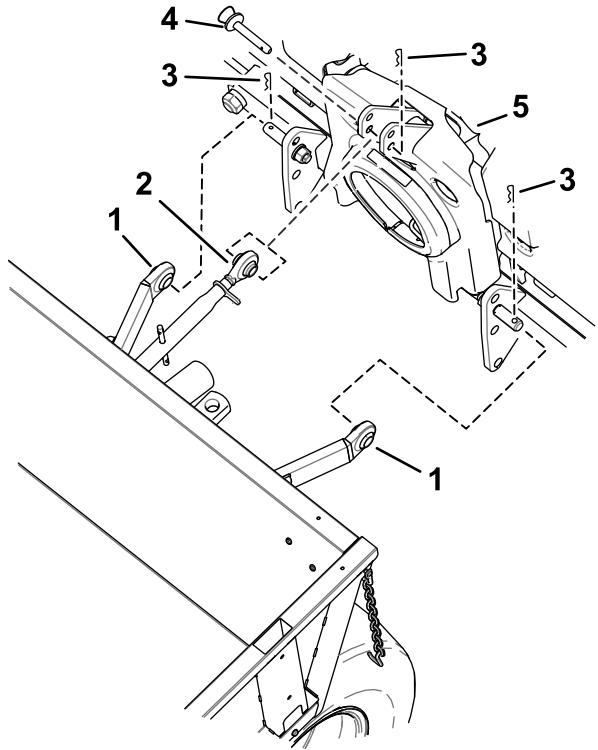

図 28
1. マシンをゆっくりとバックさせて、ドラフトリンクをアタッチメントの下部コネクタに合わせる図 28。
2. ドラフトリンクをアタッチメントに接続する図 28。
3. 上部リンクを、アタッチメントの上部コネクタにセットする図 28。
4. 上部リンクをアタッチメントに固定する図 28。
4. アタッチメントから上部リンクを外す図 28。
5. アタッチメントからドラフトリンクを外す図 28。